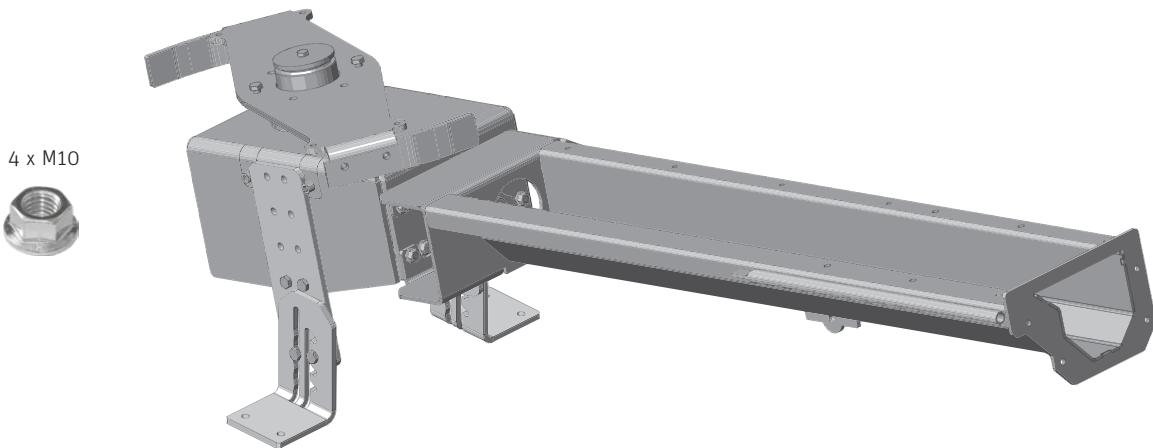
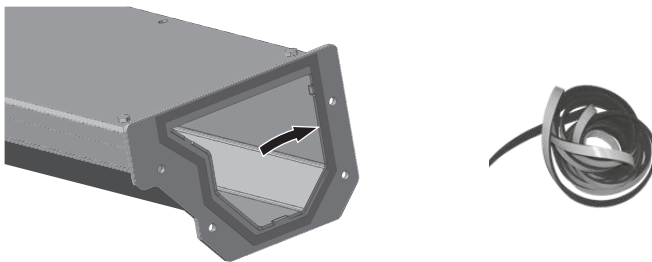
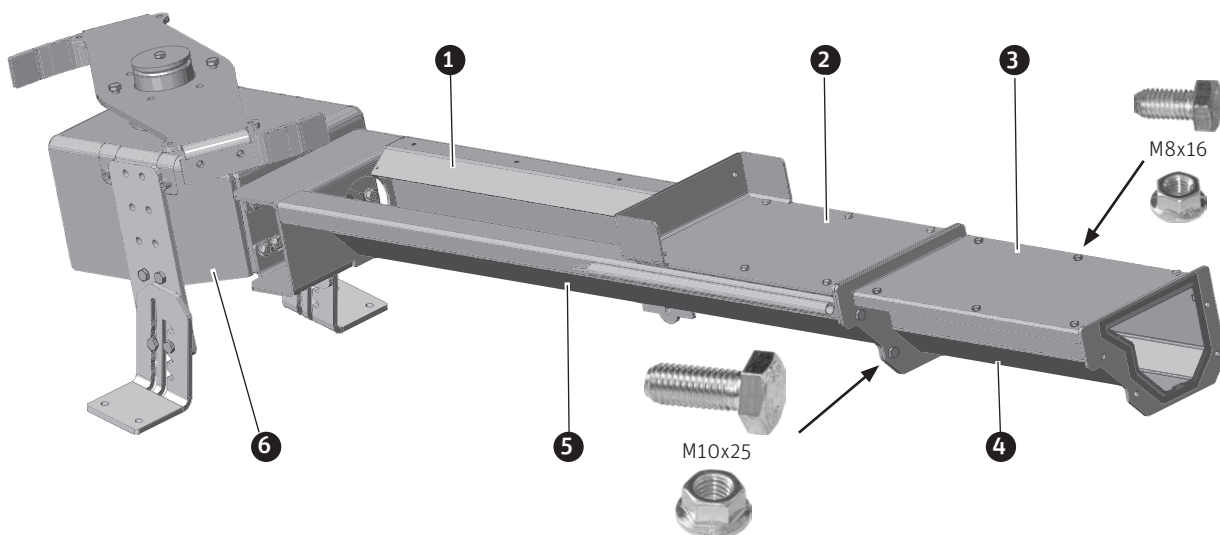

Fig.123 Austragungsschacht-Verlängerungen montieren
Fig.124 Dichtungsband
Fig. 128 Austragungsschacht mit Verstärkungsplatte, Einlaufblende und Abdeckungen für Austragungsschacht-Verlängerungen.
- ▶ Austragungsschacht-Verlängerungen in unterschiedlichen Längen (modulare Bauweise) zusammenschrauben und am Rührwerk mit je 4 Stk. Flanschmutter M10 montieren – Fig.123. Dazu alle Module, die sich außerhalb des Lagerraumes befinden, mit einem Dichtungsband abdichten (Vermeidung von Staubbildung) – Fig.124. Abdeckungen außerhalb des Lagerraumes auf Austragungsschacht mit Sechskantschrauben M8x16 und Flanschmutter M8 montieren – Fig.128.